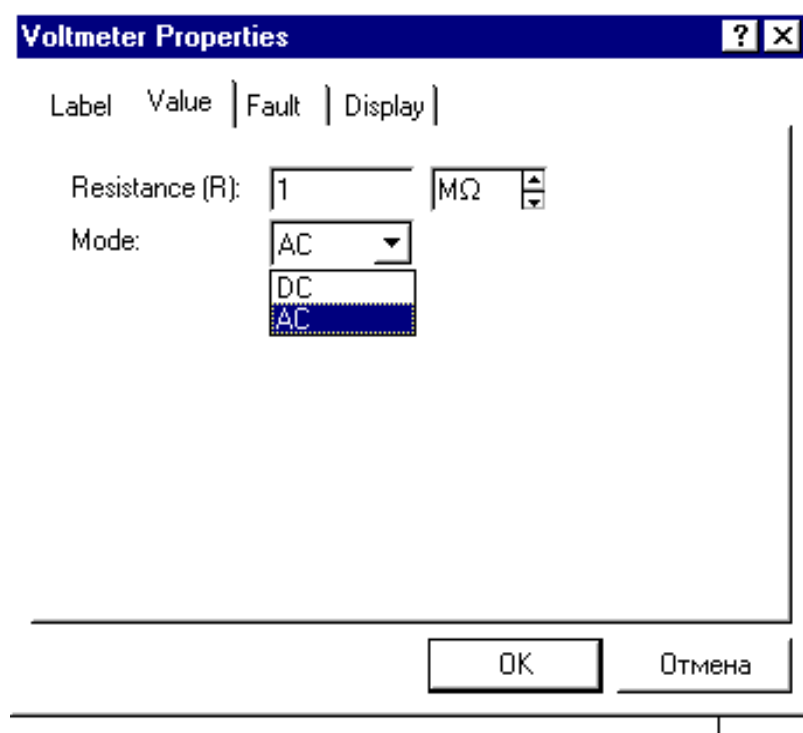

Рис.1
- ♦ **Вольтметры и амперметры перевести в режим AC (двойной щелчок мышью, открывает окно рис.1)**